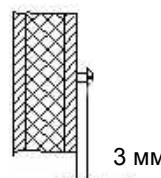
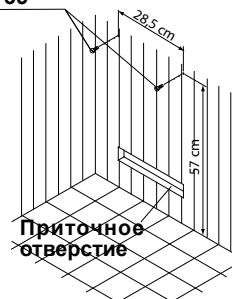

Рис.2
Рис.3
1.2 самореза вкрутить в деревянную стенку кабине в соответствии с указанными на рис. 3 размерами таким образом, чтобы между головкой винта и деревом оставалось прибл. 3 мм свободного пространства. (рис. 2)
4. Нагревательный прибор для сауны подвесить на винты за специальные отверстия на задней стенке (рис. 3).